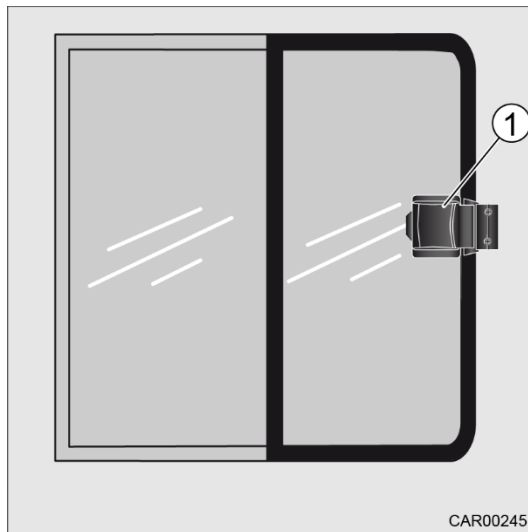
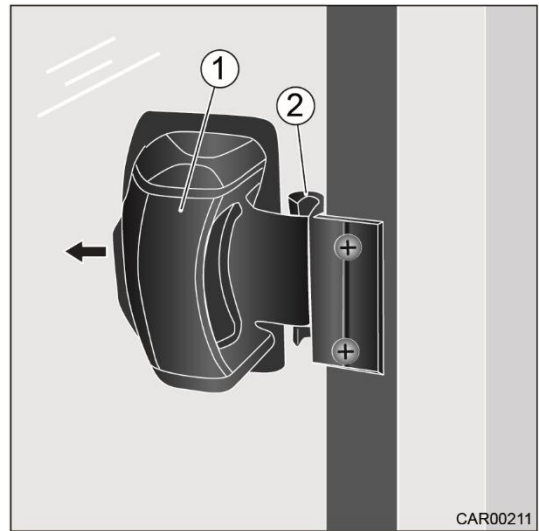

Fig. 57 Vitre cabine (côté passager)
Fig. 58 Verrouillage
1. Appuyer la poignée de verrouillage (Fig. 58/1) vers le milieu de la vitre. Le verrou sort de la fixation (Fig. 58/2).
2. Ouvrir la vitre à l'aide de la poignée (Fig. 57/1).
1. Fermer la vitre à l'aide de la poignée (Fig. 57/1) jusqu'à ce que le verrou soit au niveau de la fixation (Fig. 58/2).
2. Appuyer la poignée de verrouillage (Fig. 58/1) vers le milieu de la vitre et maintenir.
4. Relâcher la poignée de verrouillage (Fig. 58/1). Le verrou doit s'enclencher dans la fixation (Fig. 58/2).